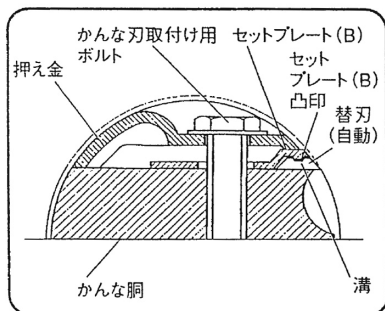

図 37
(4) 押え金を取付け、かなな胴とセットプレート（B）の間に替刃（自動）を入れ、かなな刃取付け用ボルト 8 本で締付けます。（図 37）
(5) 取付けが終わったら、かなな胴の固定を解除しチップカバーを閉じます。